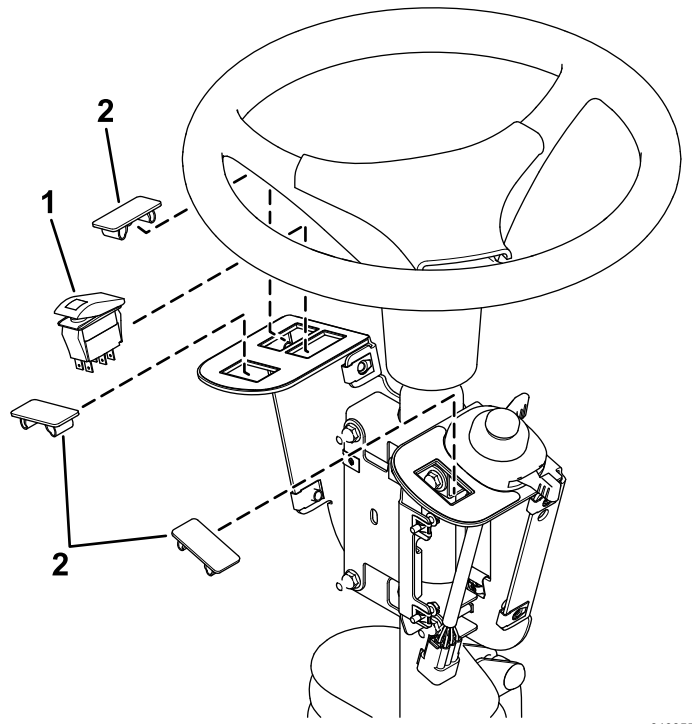

図 6
3. スイッチマウントにロッカースイッチを取り付け、不要の穴をホールプラグでふさぐ **図 6**。